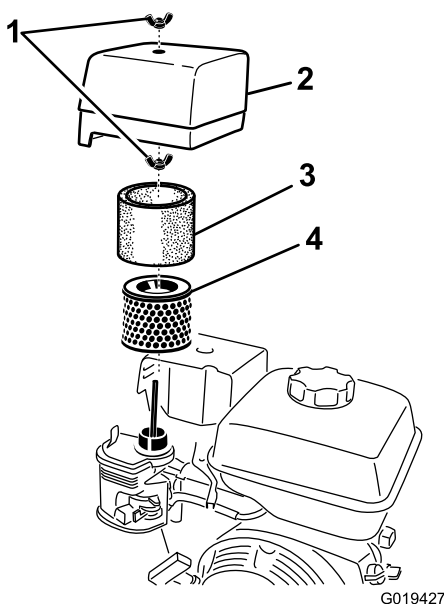

Figure 16
3. Retirez l'écrou de fixation du couvercle (Figure 16).
6. Déposez les éléments en mousse et papier de la base (Figure 16).
7. Sortez l'élément en mousse de l'élément en papier (Figure 16).